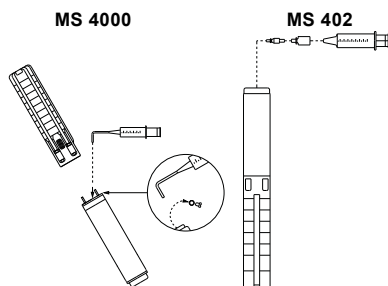

Fig. 3 Posición de la bomba durante el llenado (MS 4000 y MS 402)
1. Sitúe la bomba sumergible como se muestra en la fig. 3.
4. Inyecte líquido en el motor con la jeringuilla de llenado (fig. 3) hasta que se desborde por el orificio de llenado.